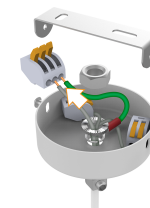

Рисунок 3
6. Подвести выведенный провод к питающей сети через потолочную чашу, предварительно заземлив ее, см. Рисунок 3;